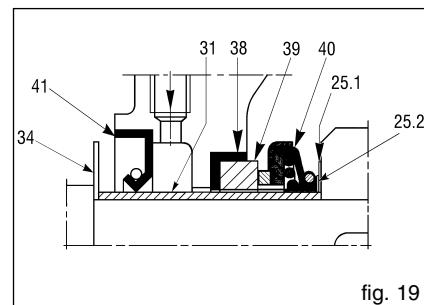
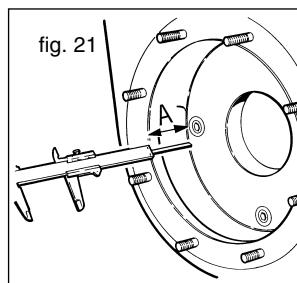
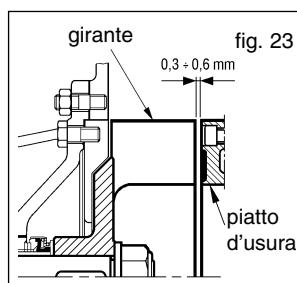
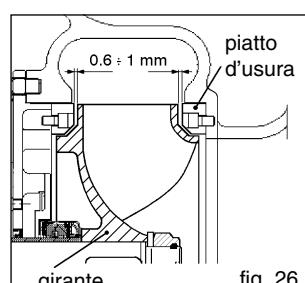

fig. 19
fig. 21
fig. 23
fig. 26
- In tutti i modelli la distanza che intercorre tra la sommità delle pale della girante e il piano del piatto d'usura deve essere compresa tra 0,3 - 0,6 mm (fig. 23). Nel modello 12" la distanza richiesta tra girante e piatti d'usura anteriore e posteriore deve essere compresa tra 0,6 - 1 mm (fig. 26).
Per ottenere ciò le quote A e B di fig. 21, 22, 24, 25 devono risultare il più possibile uguali. A tale scopo si usano gli anelli di compensazione (25.2) (fig. 19) forniti con la tenuta di ricambio. Tali anelli servono a spostare in avanti la girante nel caso venga a trovarsi troppo distante dal piatto di usura frontale o troppo vicina a quello posteriore (quando previsto). Gli anelli di compensazione vanno montati tra l'anello sostiene tenuta (25.1) (fig. 19) e la girante. Ulteriori aggiustamenti possono essere fatti con le guarnizioni corpo e piatto posteriore. L'interposizione della guarnizione (43) (fig. 10) di spessore 0,5 mm determina la distanza richiesta (fig. 23).